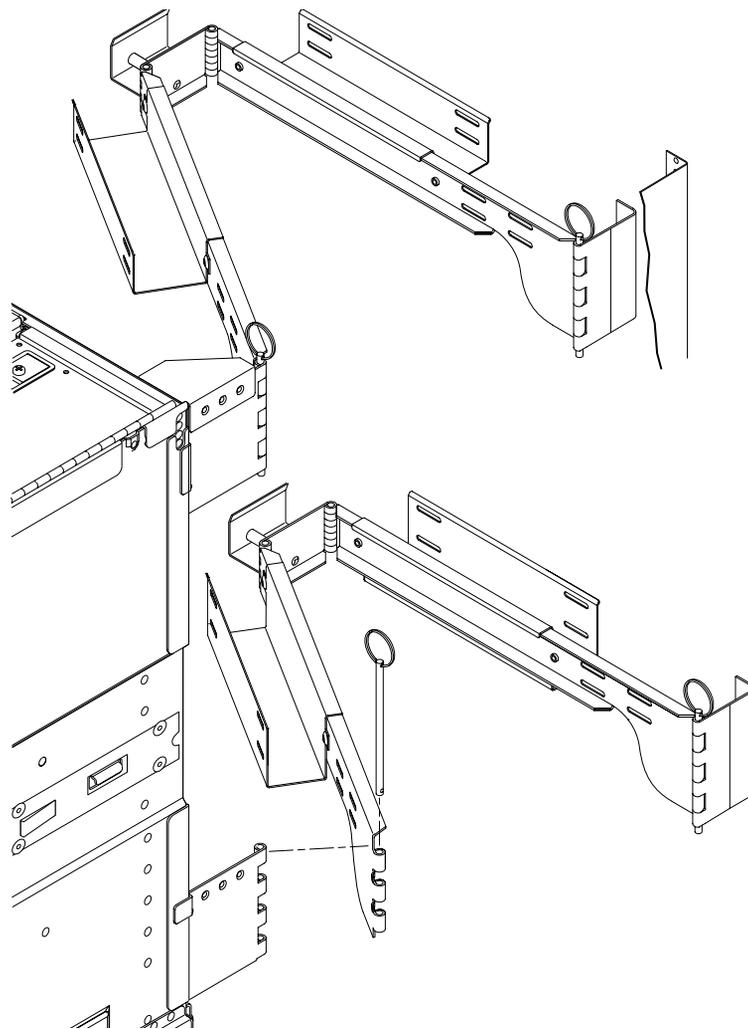

図 1-16 上部および下部のケーブルアームの組み立て
8. I/O ケーブルアームを上部のピボット式留め具にふたたび取り付け、ヒンジピンをふたたび使用して I/O ケーブルアームを固定します (図 1-16)。
9. 電源ケーブルアームを下部のピボット式留め具にふたたび取り付け、ヒンジピンをふたたび使用して電源ケーブルアームを固定します (図 1-16)。